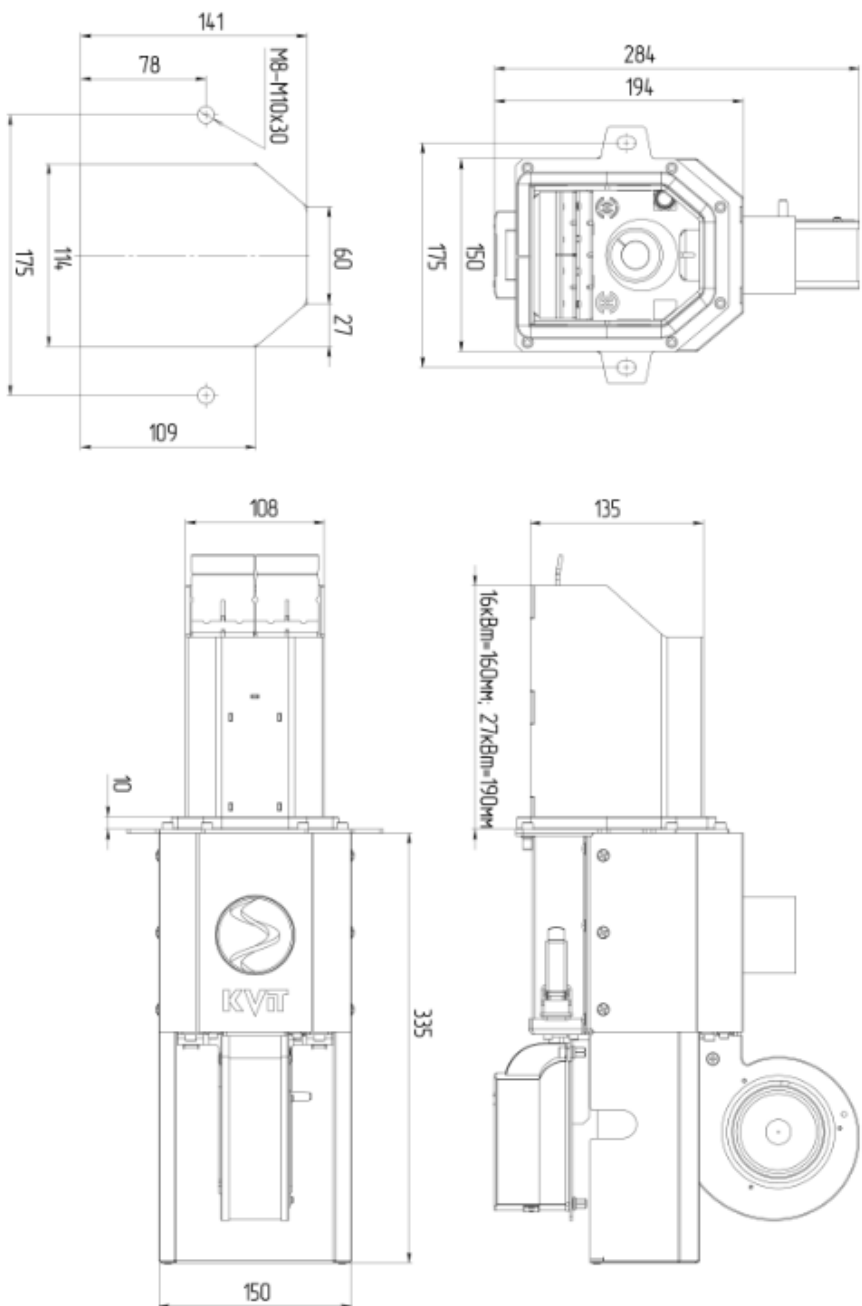

Рис.3 Габаритные и присоединительные размеры пеллетной горелки KVT Луца 16; 27 кВт.
- 2) Согласно схеме на Рис.3 выполнить монтажные отверстия в штатной дверце котла, если в комплекте поставки не предусмотрена дополнительная дверца горелки.